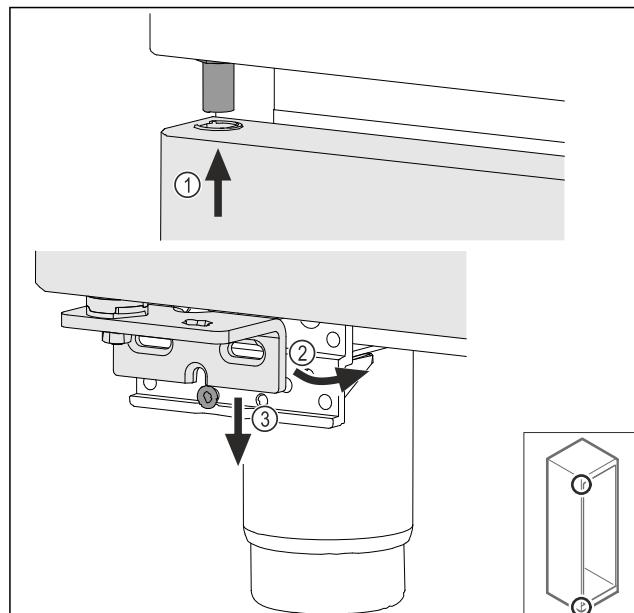

Fig. 39
- Umetnute vrata lagano nagnuta gore Fig. 39 (1), poravnajte vrata Fig. 39 (2) i dolje ih postavite na vijak podloška ležaja Fig. 39 (3).